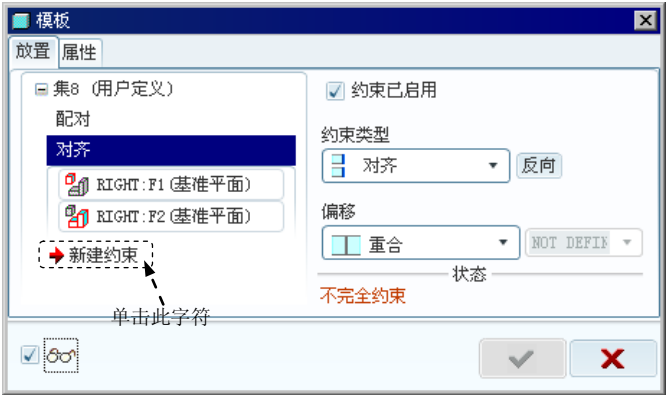
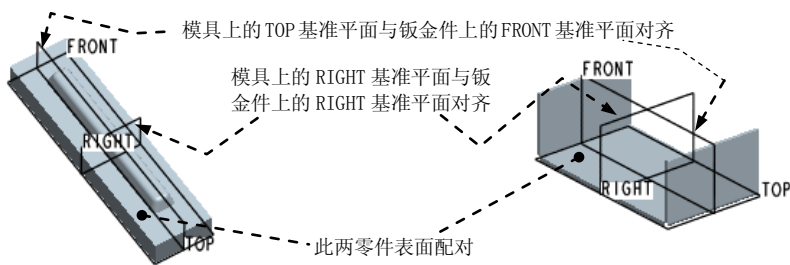

图 11.5.16 “模板”对话框
图 11.5.17 操作过程
(1) 定义配对约束。在图 11.5.16 所示的“模板”窗口中，选择约束类型“配对”，然后在模具模型中和钣金件中选取图 11.5.17 中的配对面。
(2) 定义对齐约束。在“模板”窗口中单击“新建约束”字符，选择新增加的约束类型“对齐”，分别选取图 11.5.17 中的对齐面(模具上的 RIGHT 基准平面与钣金件上的 RIGHT 基准平面)。
(3) 定义对齐约束。在“模板”对话框中单击  新建约束 字符, 选择新增加的约束类型“对齐”, 分别选取图 11.5.17 中的对齐面(模具上的 TOP 基准平面与钣金件上的 FRONT 基准平面), 此时屏幕上的“模板”窗口显示“完全约束”。
(4) 在图 11.5.16 所示的“模板”对话框中单击“完成”按钮 。